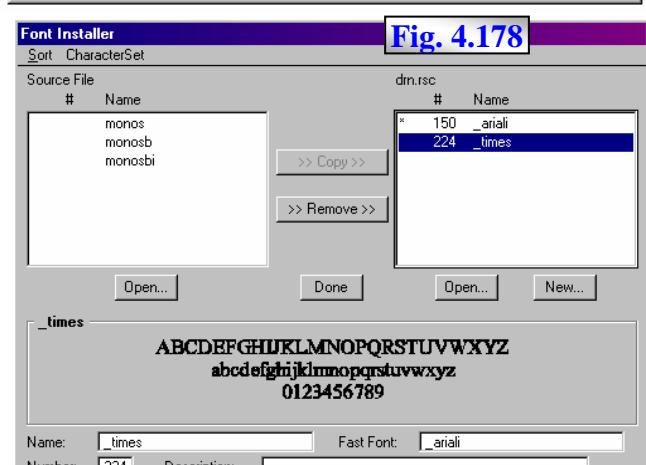

Fig. 4.178
- **File → Import** – activează fereastra **Font Installer**, fig. 4.178, care permite inserarea font-urilor într-o librărie prin importul acestora.
- = butonul **Cancel** iese din fereastra de deschidere a fișierelor sursă, iar **Done** din fereastra **Open Source Font File** provoacă transferarea listei de fișiere selectate în zona **Source File** din fereastra **Font Installer**, fig. 4.178;